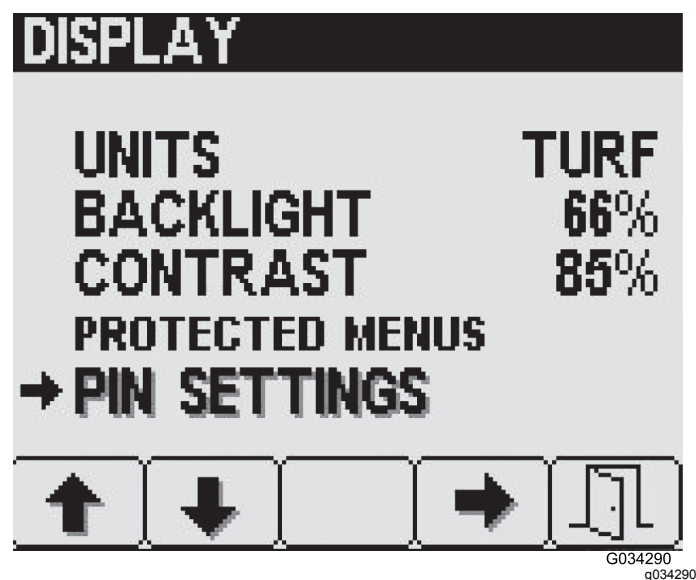

图 24
- 按下 Display 显示设置屏幕上的 2 号按钮直至到达各个 PIN Settings PIN 设置然后按 4 号按钮选择 PIN Settings PIN 设置 图 24。
1. 按下 Display显示设置屏幕上的 2 号按钮直至到达各个 PIN SettingsPIN 设置然后按 4 号按钮选择 PIN SettingsPIN 设置图 24。